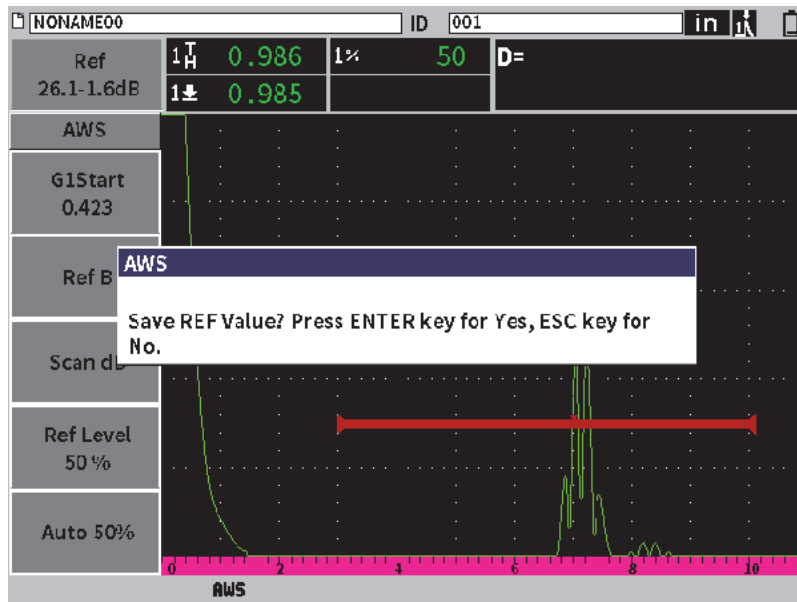

Abbildung 11-26 Untermenü AWS mit Wert Ref. B
9. Drücken Sie Tab, um **Ref. B** hervorzuheben und drücken Sie dann Enter, um einen Wert als **Ref. B** einzustellen und beginnen Sie die Prüfung gemäß AWS (siehe Abbildung 11-26 auf Seite 211).